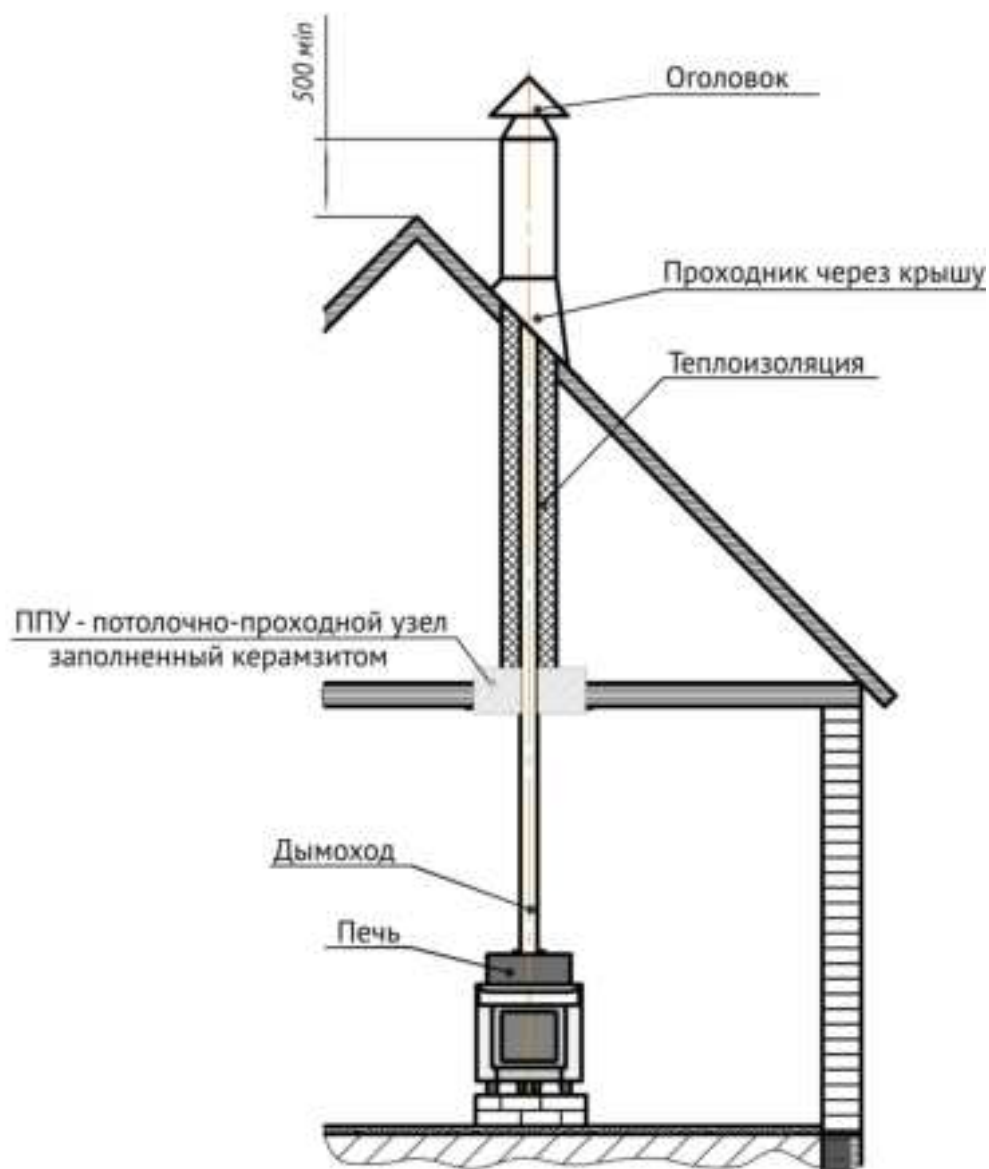

Рисунок 8.6. Монтаж дымового канала.
- 8.6.4. В потолке (рис. 8.6.) обязательно делается противопожарное отверстие под размер внешнего диаметра потолочно-проходного устройства. Снизу противопожарное отверстие закрывается металлическим листом. Пространство в потолке между трубой и отверстием заполняют противопожарной изоляцией, например, базальтовой ватой, керамзитом и т.п., и закрывают сверху металлическим листом.
- 8.6.5. Металлический дымоход, вне зоны парной, (рис. 8.6.), должен иметь теплоизоляцию из негорючих материалов, толщиной не менее 50 мм, для предотвращения образования конденсата. При отсутствии в помещении бани капитального дымохода устанавливают сборный дымоход из металлических труб, опирающийся на потолочное перекрытие. Обязательно делается противопожарная разделка размером 600 мм на 600 мм. Трубы с изоляцией должны опираться на металлические уголки или швеллера, закреплённые на перекрытии. Снизу противопожарная разделка закрывается металлическим листом. Закрепленный ППУ (потолочно-проходной узел) необходимо заполнить негорючим материалом (керамзит).